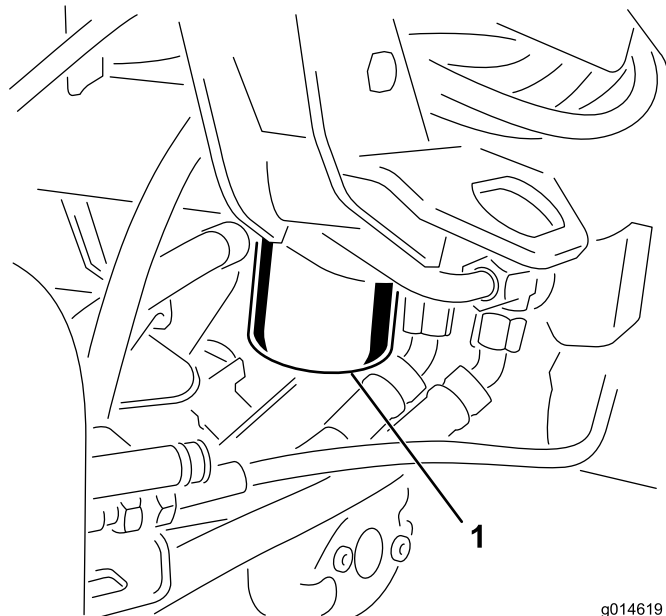

图52
1. 清洁过滤器安装区周围的区域（图52）。在过滤器下面放置一个放油盘并拆下过滤器。